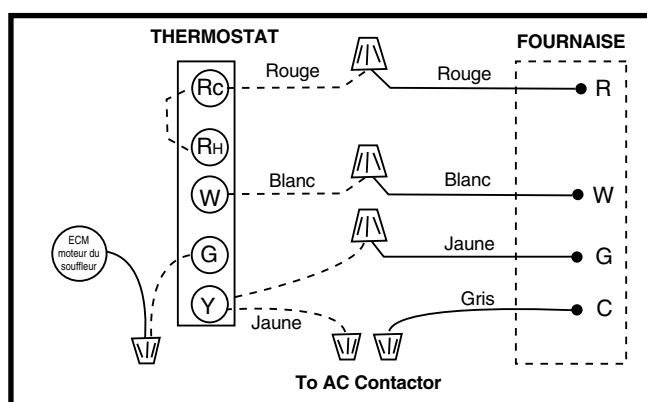

Figure 25. Câblage du thermostat pour les modèles prêts à la climatisation
Il faut maintenir la polarité de tension de ligne appropriée afin que le système de commande fonctionne correctement. Vérifiez que la ligne neutre entrante est raccordée au fil blanc et que la ligne sous tension entrante est connectée au fil noir. La fournaise ne fonctionne pas si la polarité et la mise à la terre sont mal branchés, comme indiqué dans la Figure 25 (page 13).
2. Branchez les fils du thermostat aux bornes basse tension du générateur d'air chaud (selon l'application à l'installation). Consultez la Figure 25 \(page 13\). **REMARQUE** : Si le conditionneur d'air est installé avec générateur d'air chaud, la borne Y branchement est requise au niveau du générateur d'air chaud. Consultez la Figure 31 \(page 25\).